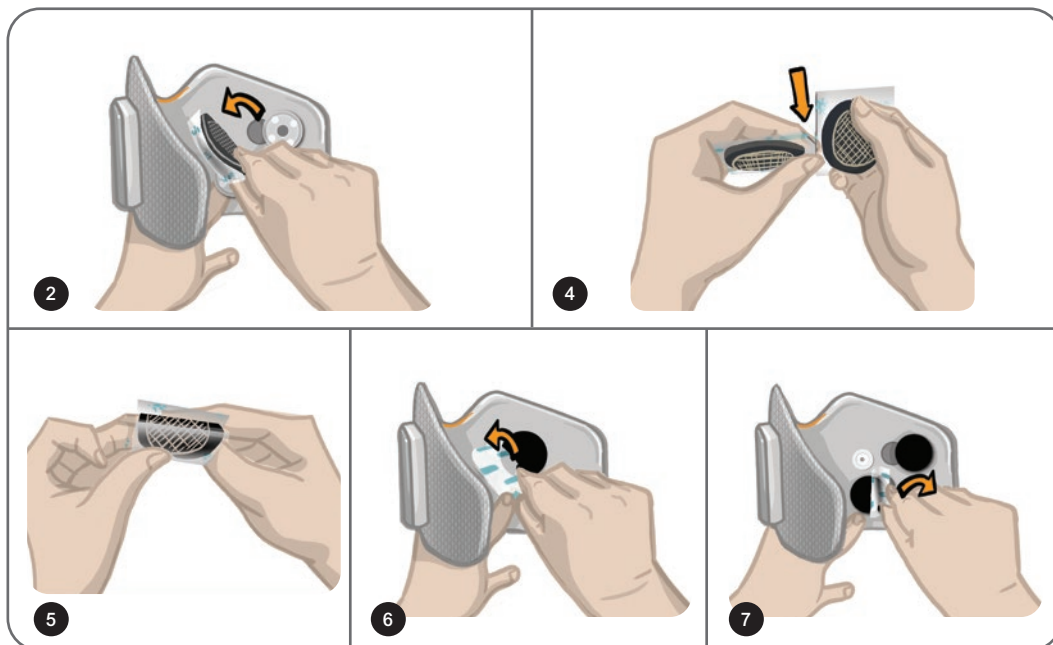

Bild 8-6: Byta hydrogelelektrodena
**Så här byter du ut hydrogelelektroder (se bild 8-6):**